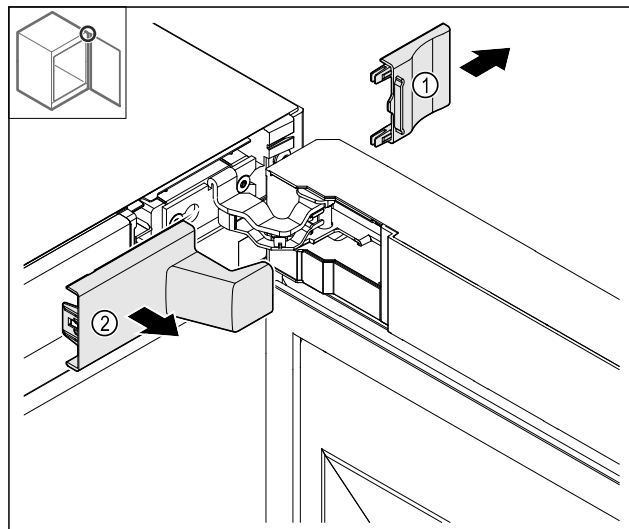

Fig. 14
- Nuimkite dengiamąją plokštelę Fig. 14 (1) ir tada Fig. 14 (2).